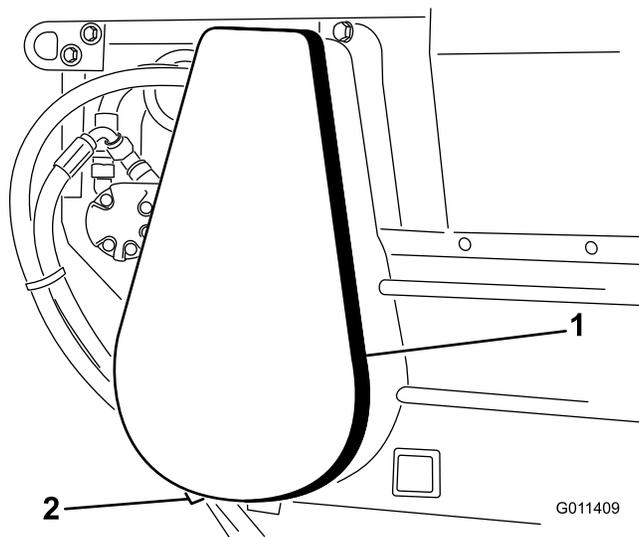

Рисунок 29
1. Снимите крышку цепи и проставку (Рисунок 29).